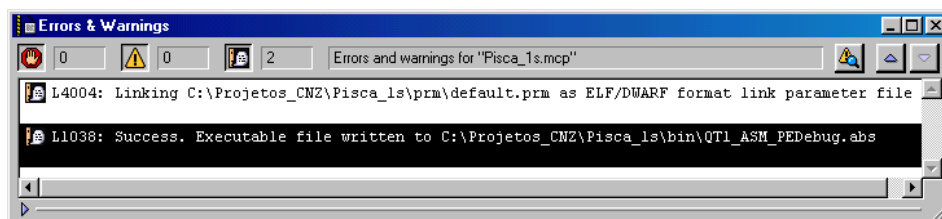

Figura 30 – Errors & Warnings
- C. Se forem detectados erros, o programador através das mensagens na janela **Errors & Warnings** (Figura 30) deverá: interpretar os erros, voltar ao código fonte, corrigi-los e construir novamente o código executável. Essas etapas devem ser repetidas enquanto o processo de construção indicar a existência de erros. Ao final a janela deverá apresentar 0 erros (*errors*), 0 avisos (*warnings*), se possível e N mensagens de não erros.